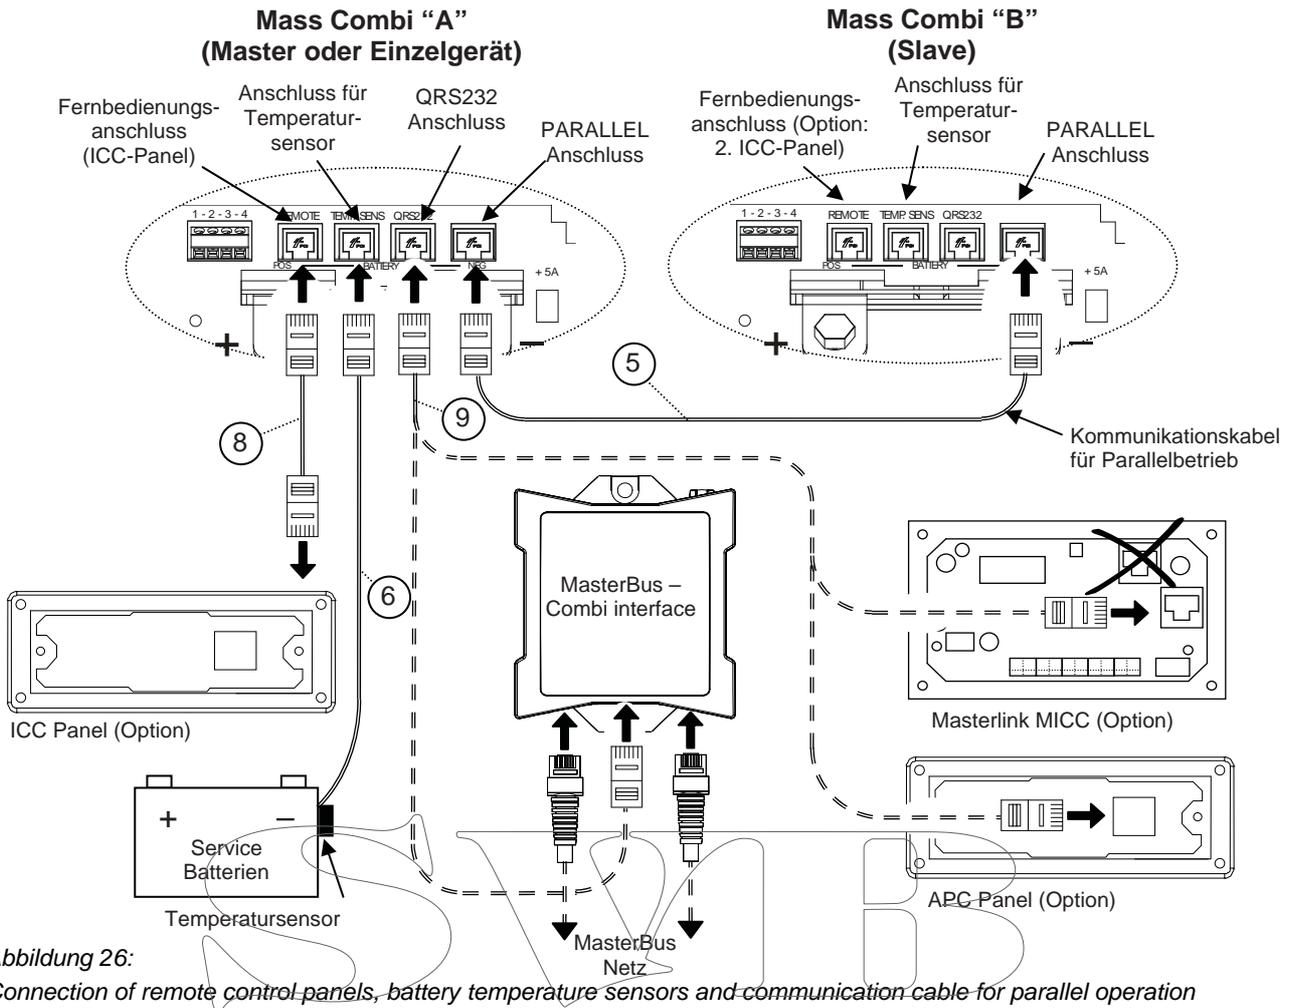

Abbildung 26: Connection of remote control panels, battery temperature sensors and communication cable for parallel operation
- 2 Siehe Referenz ②. Schließen Sie die „AC OUTPUT POWER“ Klemmen von Combi A an die POWER Stromverteilungsgruppe an.
- 3 Siehe Referenz ③. Schließen Sie die „AC OUTPUT SHORT BREAK“ Klemmen von Combi A und Combi B an die ‚SHORT BREAK‘-Verteilung an. Achten Sie darauf, dass die L-, N- und PE/GND-Verkabelung nicht vertauscht werden kann.
- 4 Siehe Referenz ④. Verlegen Sie die DC-Kabel zwischen der DC-Verteilung und jedem Mass Combi. Schließen Sie das rote Kabel an den Plus-Anschluss (+) an und das schwarze Kabel an den Minus-Anschluss (-) an. Setzen Sie die DC-Sicherungen der DC-Verteilung erst ein, wenn die gesamte Installation fertig gestellt ist. (siehe Kapitel 7).
- 5 Siehe Abbildung 26, Referenz ⑤. Verlegen Sie das modulare 8-polige Kommunikationskabel zwischen Combi A und Combi B. Schließen Sie dieses Kabel an den „PARALLEL“-Anschluss an.
- 6 Siehe Referenz ⑥. Befestigen Sie den Temperatursensor an der Servicebatterie. Schließen Sie den RJ12-Stecker am Anschluss "TEMP.SENS" von Combi A an.
- 1 Siehe Abbildung 26, Referenz ⑧. Möchten Sie das ICC-Fernbedienungspanel installieren, verlegen Sie das Kommunikationskabel zwischen dem Mass Combi und dem Panel. Schließen Sie den RJ12-Stecker an den „REMOTE“-Anschluss in der Datenbusanschlussgruppe des Combi A an.
- 2 Die MasterBus – Combi-Schnittstelle oder andere Panels als das ICC Fernbedienungspanel müssen an den „QRS232“-Anschluss angeschlossen werden; Referenz ⑨. Siehe die zutreffende Betriebsanleitung für detaillierte Anweisungen.